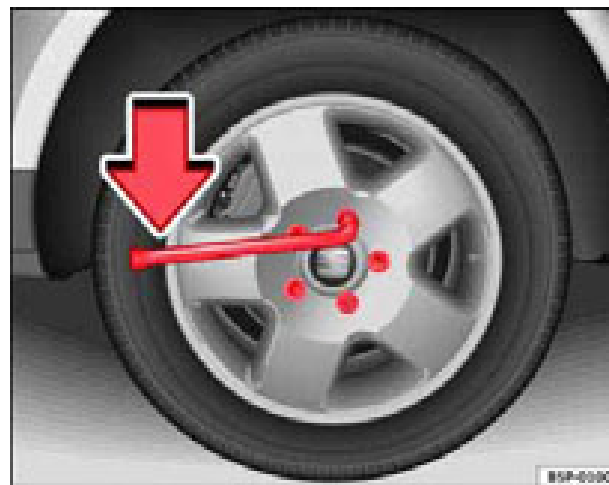

Fig. 148 Cambio de rueda: aflojar los tornillos de rueda
- Agarre la llave por el extremo y gírela aproximadamente una vuelta hacia la **izquierda** ⇒ **fig. 148**.